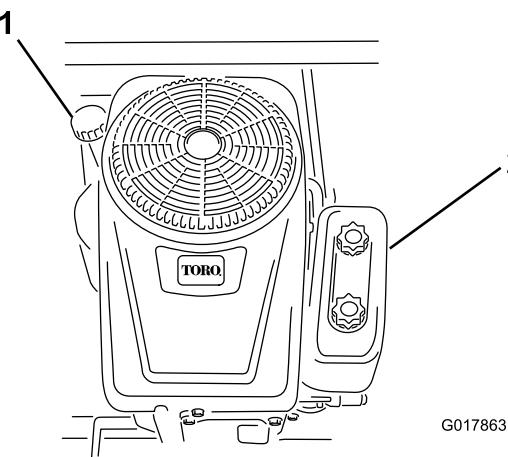

Figure 30
4. Nettoyez la surface autour de la jauge d'huile (Figure 30) pour éviter que des impuretés ne s'introduisent dans le goulot de remplissage, ce qui risquerait d'endommager le moteur.
6. Versez lentement environ 80 % de la quantité d'huile spécifiée dans l'orifice de remplissage (Figure 30). Vérifiez le niveau d'huile; voir Contrôle du niveau d'huile.